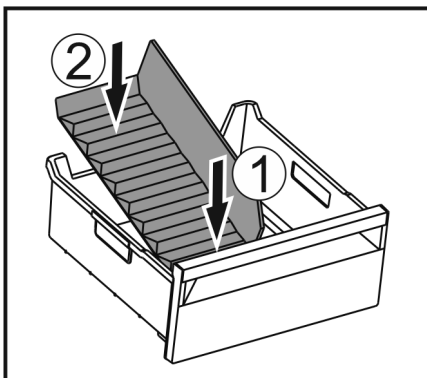

Fig. 214
- ▶ Установите переднюю часть разделителя отделения для льда. Fig. 214 (1)
- ▶ Опустите заднюю часть разделителя отделения для льда на дно выдвижного ящика. Fig. 214 (2)